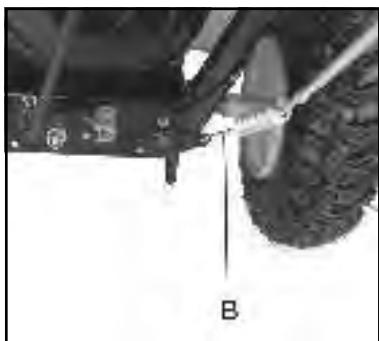

Рис. 1
- Подсоедините трос управления ходом как показано на рис. 1 А, а трос управления шнеком к правому отверстию, как указано на следующем рисунке (рис. 1 В).